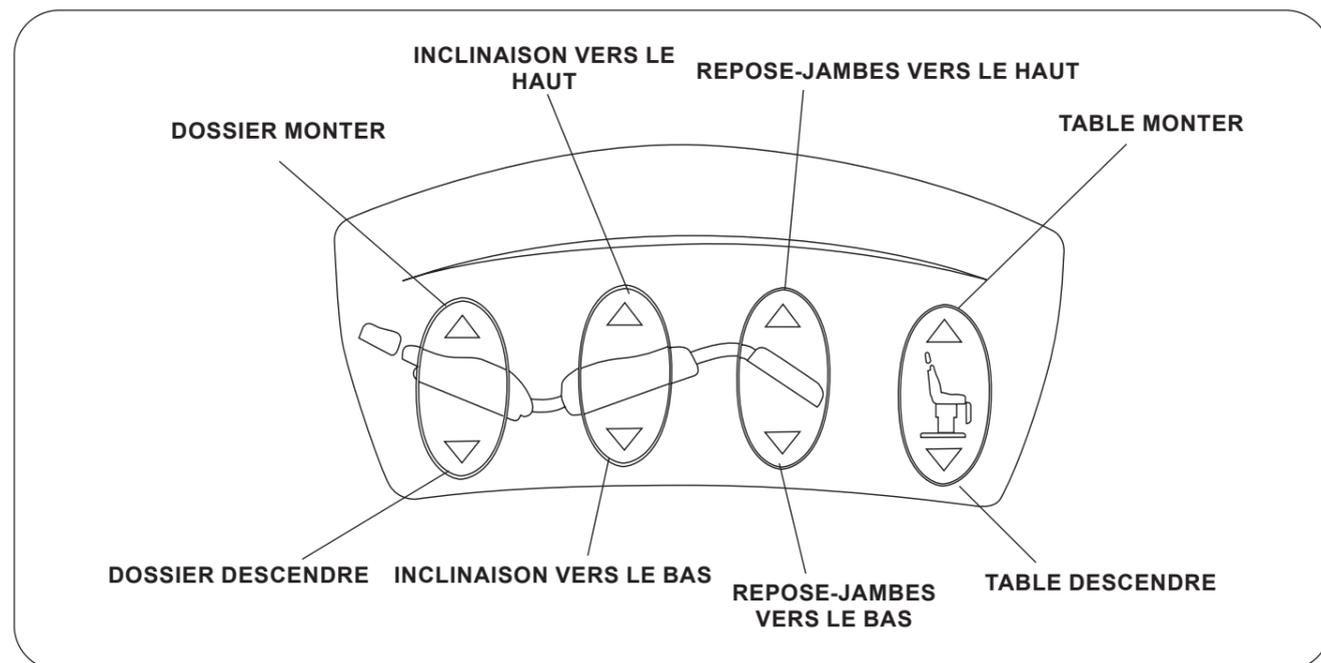

Figure 8. Commande au pied
La table d'intervention motorisée modèle 7000 ASSIST est équipée de série d'une commande au pied au pied à six pédales (Figure 8). Les réglages de la table incluent la hauteur, l'inclinaison du siège, l'angle du dossier et l'angle du repose-jambes.
1. Pour relever la table, appuyez sur la pédale Table Monter (Figure 8) et maintenez-la enfoncée jusqu'à ce que la hauteur souhaitée soit atteinte, puis relâchez la pédale.
1. Pour régler le dossier d'une position de chaise (verticale) à une position horizontale, appuyez et maintenez la pédale Dossier Descendre (Figure 8) jusqu'à ce que l'angle souhaité soit atteint, puis relâchez la pédale.
1. Pour incliner le pied de la table vers le haut, appuyez sur la pédale d'inclinaison vers le haut (Figure 8) et maintenez-la enfoncée jusqu'à ce que l'angle souhaité soit atteint, puis relâchez la pédale.